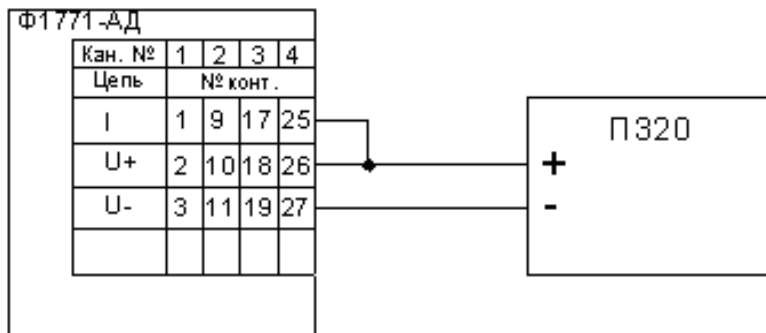
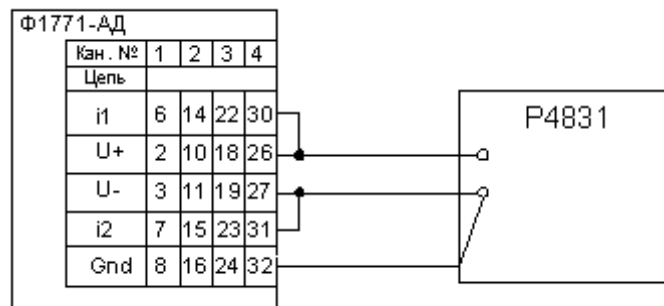
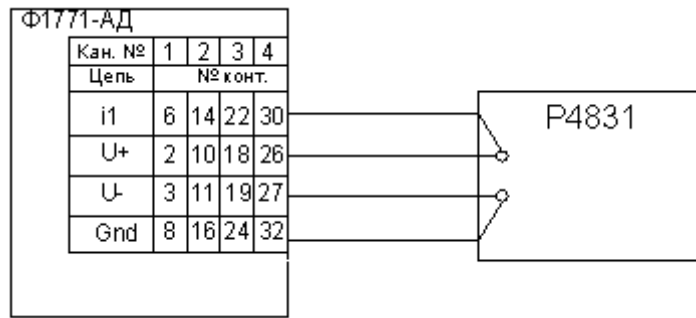

Рисунок 63 – Схема подключения входных каналов для постоянного тока
Рисунок 64 – Схема подключения входных каналов для сигналов ТС по 3-х про-
Рисунок 65 – Схема подключения входных каналов для сигналов ТС по 4-х проводной схеме
Примечания: для сигналов от ТС допускается проверка по одной из схем включения – 3-х проводной (см. рисунок 64) или 4-х проводной (см. рисунок 65), при этом должна быть проведена настройка для соответствующей схемы включения. Для сигналов от ТП результаты измерений должны быть больше значения проверяемой точки на температуру свободных концов ТП, которая определяется в режиме «Настройка».
1) Поверку проводить для всех типов ТС, на каналах, подключаемых (в зависимости от использования при эксплуатации) по одной из схем включения – 3-х проводной (см. рисунок 63) или 4-х проводной (см. рисунок 64), при этом настройка должна выполняться для соответствующей схемы включения.